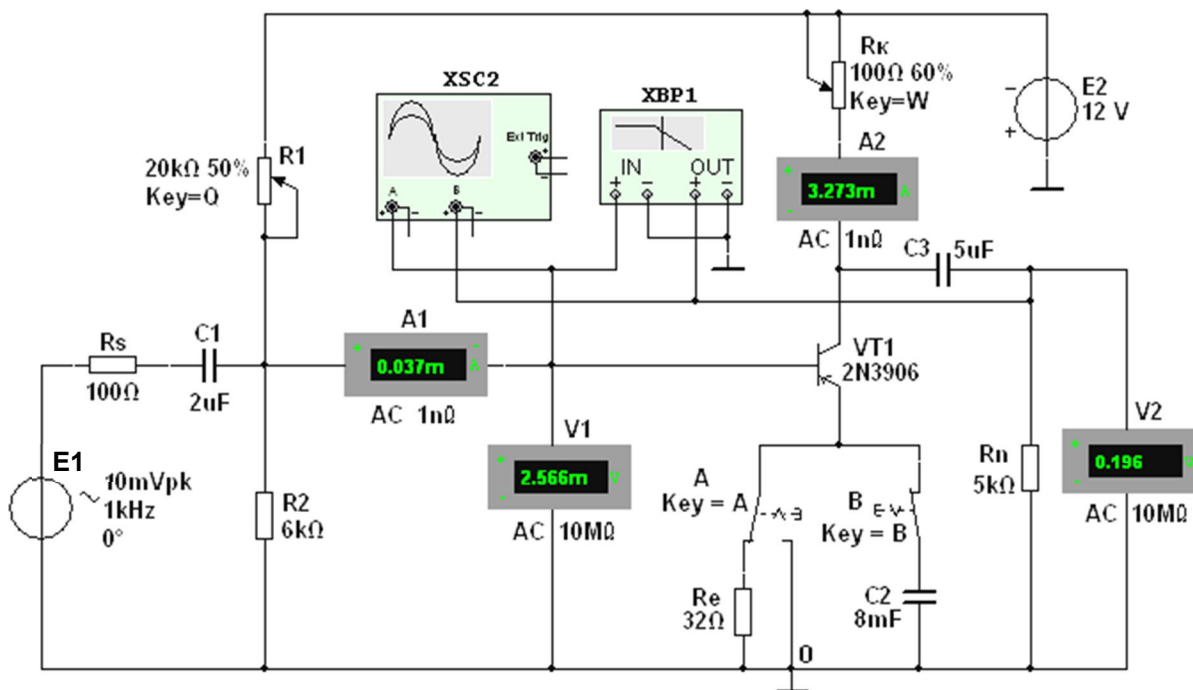
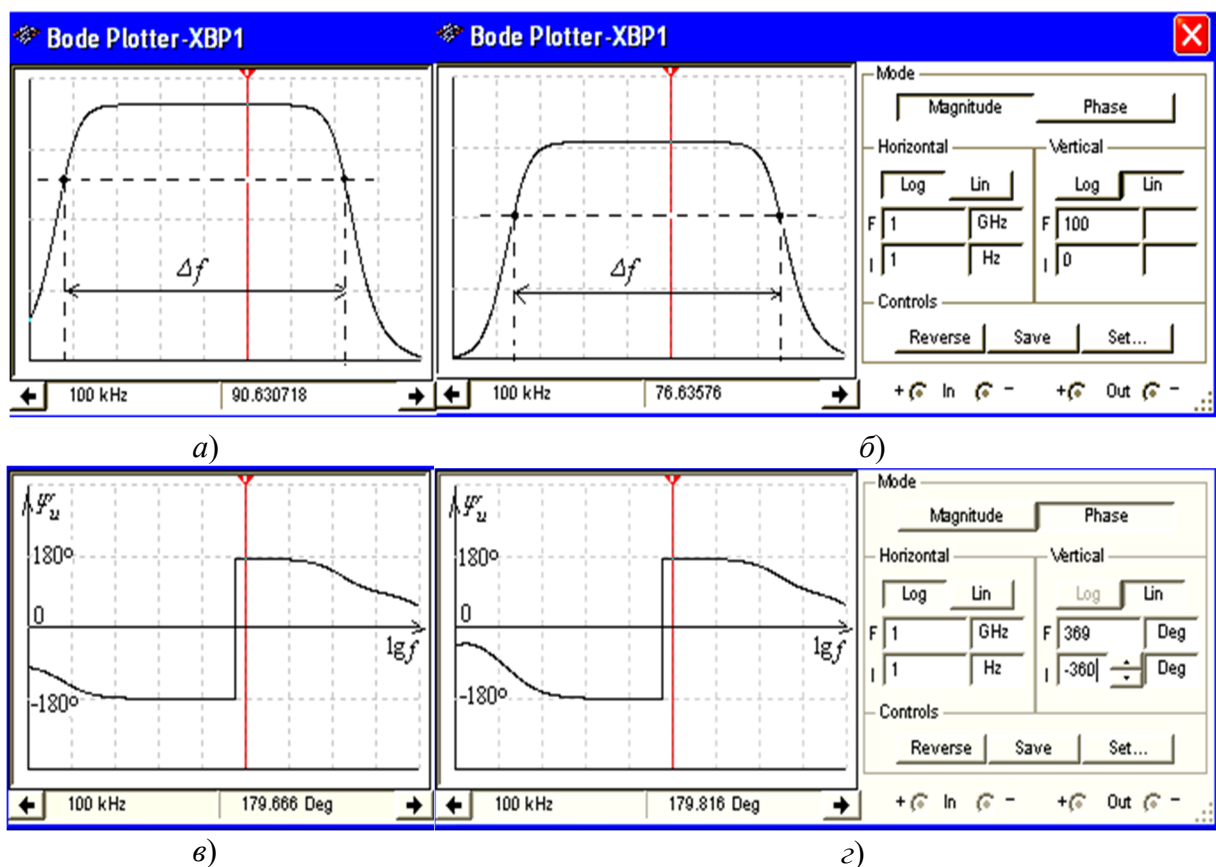

Рис. 24.8
Рис. 24.10
**Задание 1а** (для студентов, записи фамилий которых в учебном журнале группы имеют нечётный номер). **Запустить** лабораторный комплекс Labworks и среду MS10 (щёлкнув мышью на команде **Эксперимент** меню комплекса Labworks). **Открыть** файл **24.8.ms10**, размещённый в папке **Circuit Design Suite 10.0** среды MS10, или **собрать** на рабочем поле среды MS10 схему для испытания *усилительного каскада на биполярном транзисторе с ОЭ* (рис. 24.8), **ознакомиться** с методикой расчёта параметров элементов схемы и **установить** их в диалоговых окнах компонентов.
В качестве примера, на рис. 24.10 приведены АЧХ  $K_u(\lg f)$  и ФЧХ  $\Psi_u(\lg f)$  усилителя без ООС (*a* и *в*) и с ООС (*б* и *г*) при заданных на рис. 24.8 параметрах элементов схемы. Анализ АЧХ показывает, что коэффициент  $K_u = 90,6$  для усилителя без ООС при частоте  $f = 100$  кГц больше  $K_u = 76$  усилителя с ООС, а верхняя частота  $f_v$  полосы пропускания усилителя с ООС больше частоты  $f_v$  усилителя без ООС. Полосы пропускания  $\Delta f$  определены по координатам точек пересечения горизонтальных пунктирных линий (см. рис. 24.10, *a* и *б*), проведенных на уровнях  $90,6/\sqrt{2} \approx 64$  и  $76,64/\sqrt{2} \approx 54,2$  соответственно.
Скачки на графиках ФЧХ соответствуют точкам перехода от опережения выходным сигналом по фазе входного сигнала к его отставанию по фазе от входного сигнала. Границы моделирования АЧХ (**Magnitude**) и ФЧХ (**Phase**) усилителя по частоте (нижней (**I**)  $f_n = 1$  Гц и верхней (**F**)  $f_v = 1$  ГГц), по коэффициенту усиления  $K_u = 0 \dots 100$ , по углу сдвига фаз от  $-360^\circ$  до  $+360^\circ$ ) и тип шкал (линейная (**Lin**) или логарифмическая (**Log**)) задаются в окне плоттера (см. рис. 24.10, справа).